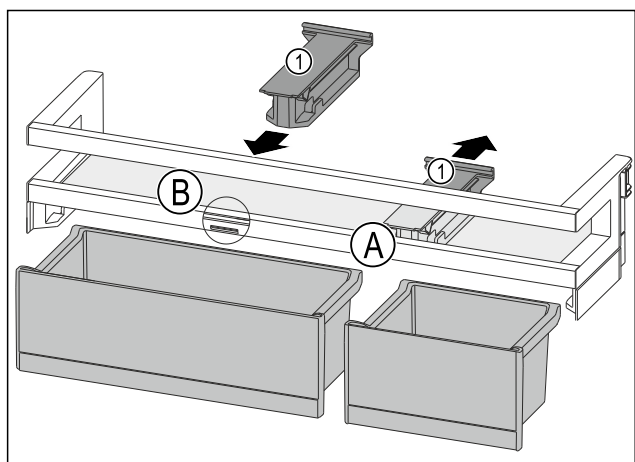

Fig. 78
- Trekk av holdedelen Fig. 78 (1) i posisjon Fig. 78 (A) bakover.
- Sett inn holdedelen Fig. 78 (1) i posisjon Fig. 78 (B).